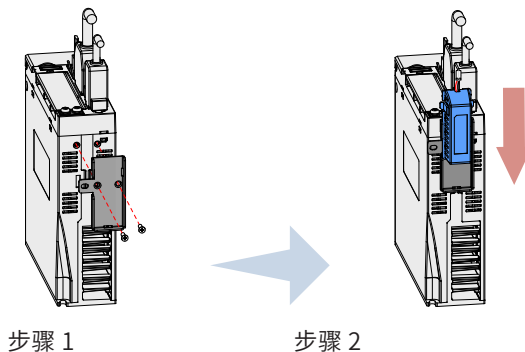

图 3-14 绝对值编码器电池盒安装示例图 (sizeA 机型，仰视图)
- 2) sizeC/E 机型选用一个平头螺钉一个盘头螺钉固定 (图 3-14)